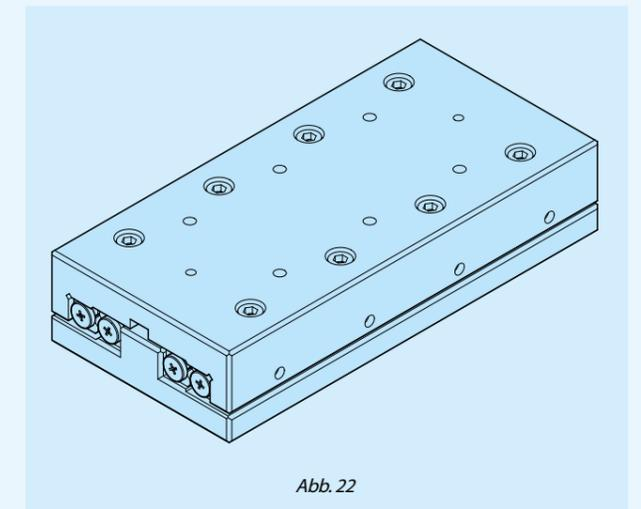

Abb. 22
- Die Montageschrauben des Tisches temporär anziehen. (Siehe Abb. 22)